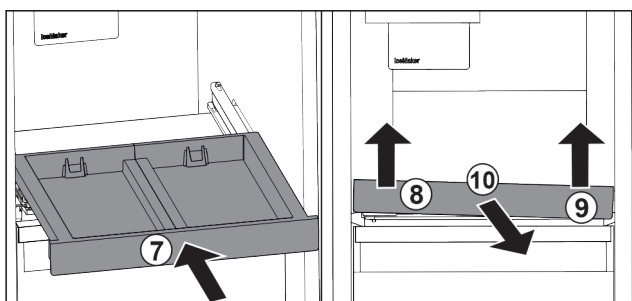

Fig. 20
- ▶ Wsunąć wysuwaną półkę. Fig. 20 (7)
- ▶ Unieść wysuwaną półkę z przodu po lewej. Fig. 20 (8)
- ▶ Unieść wysuwaną półkę z przodu po prawej. Fig. 20 (9)
- ▶ Wyjąć wysuwaną półkę do przodu. Fig. 20 (10)